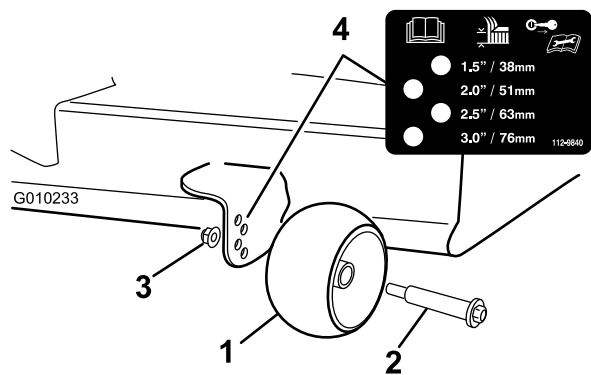

Figura 29
3. Regolate i fori antistrappo (Figura 29) per adattarli alla posizione di altezza di taglio più vicina.